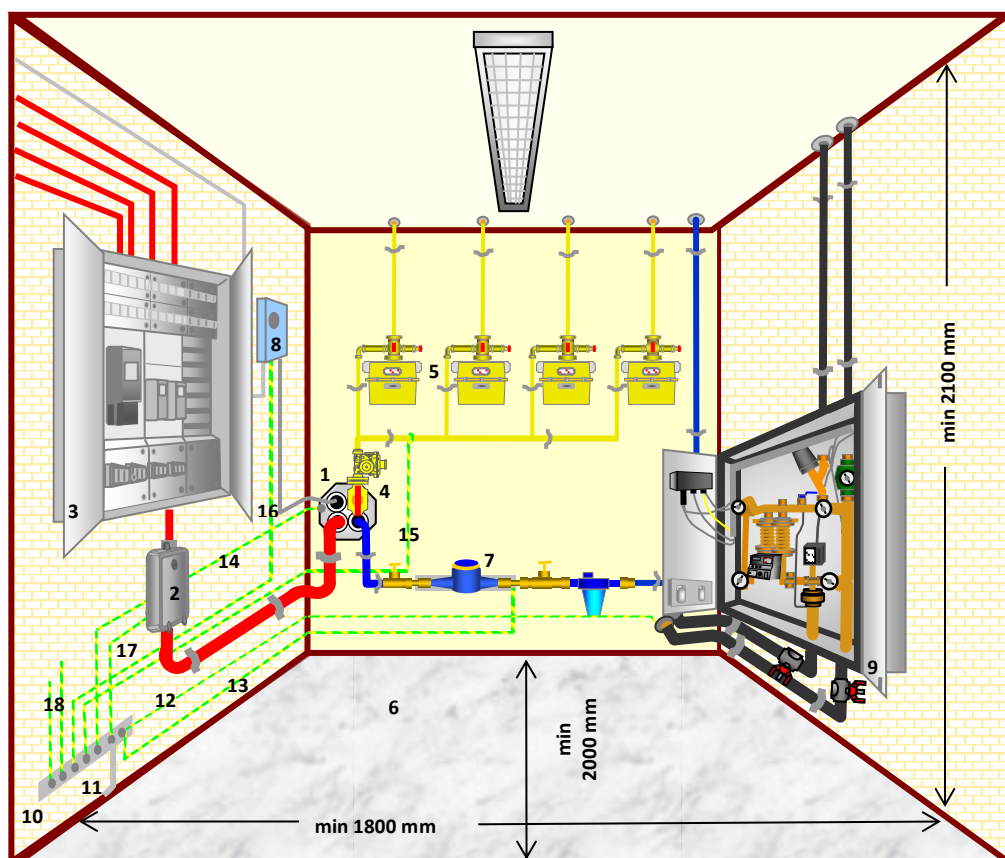

Abbildung 3: Der Hausanschlussraum (Beispiel für ein unterkellertes Gebäude)
7. Bitte berücksichtigen Sie bei der Platzierung der Anschlusseinrichtungen und der Gebäudeeinführung, dass das Hausanschlusskabel für Ihren Stromnetzanschluss nur mit festgelegten Biegeradien verlegt wird (siehe Abbildung 3).